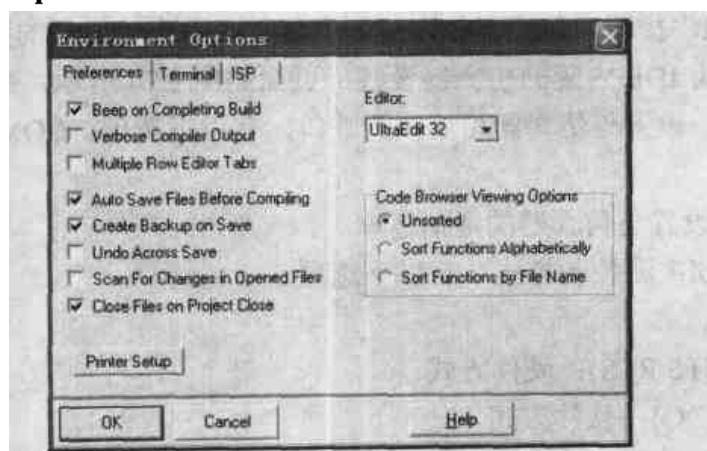

图 3.23 Preferences 页面
13. **Environment Options** 系统设置, 如图 3.23 所示。
系统设置选项中总共有三个页面 Preferences、Terminal 和 ISP, 其中 Preferences 页面为参数设置, 页面如图 3.23 所示, 共有以下几项设置。